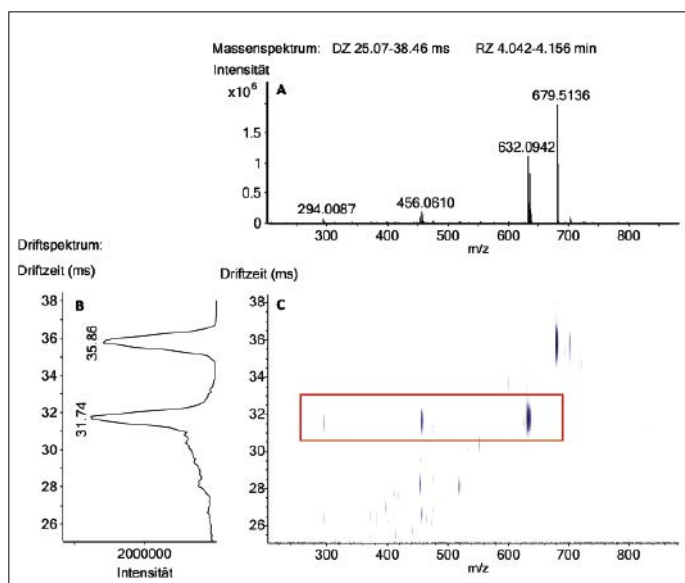

Abb. 2: (A) Massenspektrum für zwischen 4,04 und 4,16 Minuten eluierende Komponenten, (B) Driftspektrum und (C) Mobilogramm. (Abbildung aus [3] entnommen).
In Abbildung 2 ist ein typisches Anwendungsbeispiel für diese Vorgangsweise zu sehen. Gezeigt wird, das Massenspektrum (A), das „Drift“-Spektrum (B) sowie das Mobilogramm (d.h. die Auftragung der Driftzeit gegen  $m/z$ ) für eine Substanz, welche mit einer Retentionszeit von 4,1 Minuten aus der HPLC eluiert. Im Massenspektrum lässt sich die Masse für einen Phase I Diclofenac Metaboliten (Diclofenac Lactam hydroxyliert (DCF-Lac-OH)) bei  $m/z$  294.0087 erkennen. Aus dem Mobilogramm können die  $m/z$ -Verhältnisse, welche zu diesem Metaboliten gehören, erkannt werden ( $m/z$  294.0087,  $m/z$  456.0610, und  $m/z$  632.0942). Das intensivste Signal im Massenspektrum ( $m/z$  679.5136) gehört allerdings nicht zu dieser Substanz, wie die unterschiedliche Driftzeit von 35,86 Millisekunden zeigt. Das Signal mit dem höchsten  $m/z$ -Verhältnis, welches zu diesem Metaboliten gehört, ist also  $m/z$  632.0942 und kann dem intakten Molekül zugeordnet werden. Die Signale zwischen  $m/z$  294.0087 und  $m/z$  632.0942 lassen sich durch typische Fragmentierungsreaktionen wie Verlust von Glucuronsäure ( $\Delta m/z$  176.0332) und Zucker ( $\Delta m/z$  162.0523) erklären. Letztendlich wurde zur Bestätigung dieser Annahmen noch ein MS/MS-Spektrum (Abb. 3) mit einer Kollisionsenergie von 10 V aufgenommen.